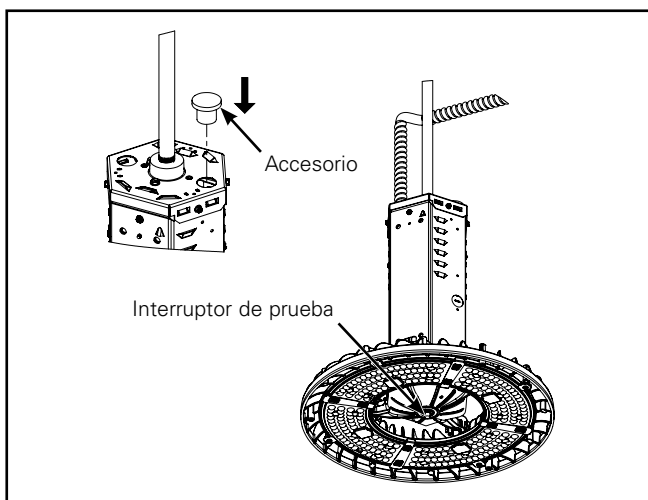

Figura 4.
5. Cubra el orificio de extracción con el accesorio provisto. (Figura 4).